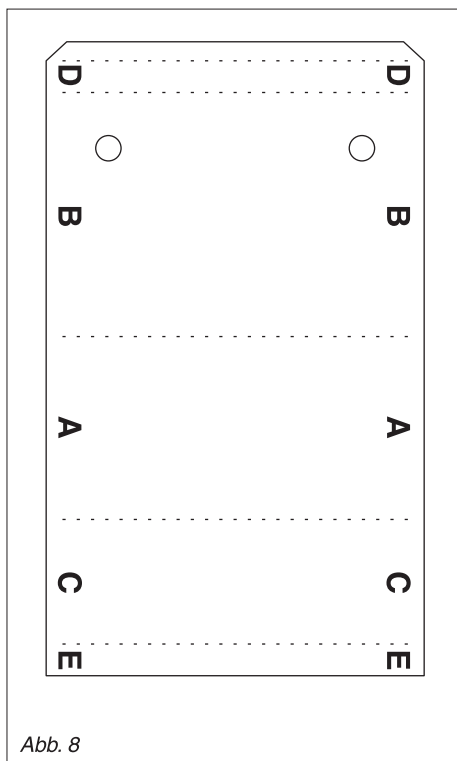

Abb. 8
**Schritt 35:** Lösen Sie die Rückwand der Halterung [D1] aus dem Karton, schreiben Sie Ihren Namen in das dafür vorgesehene Feld und bringen Sie auf der Rückseite die Buchstabenmarkierungen A, B, C, D und E an (s. Abb. 8). Das vereinfacht den Einbau der Seitenteile